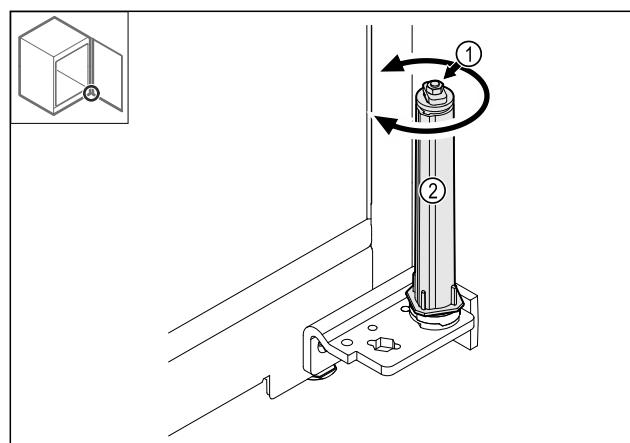

Fig. 40
- ▶ Ne razstavljamte vijačne povezave Fig. 40 (1) sistema za zaklepanje.
- ▶ Obračajte sistem za zaklepanje Fig. 40 (2), dokler ne klikne.